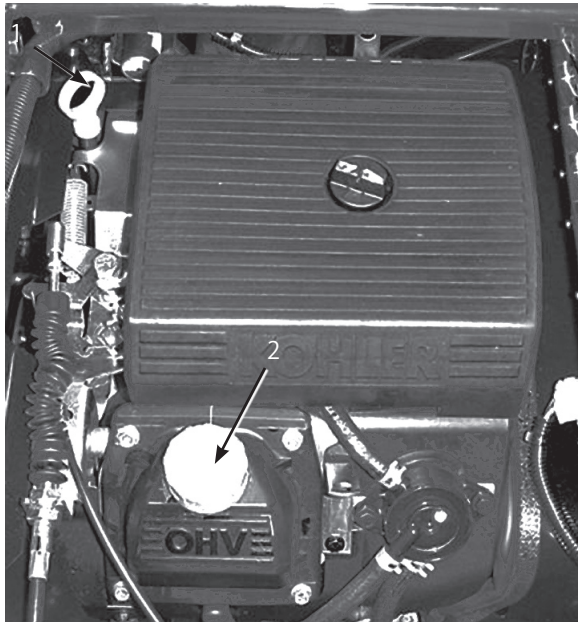

図6
2. ディップスティックを抜き、ウェスで一度きれいに拭く (図6)。ディップスティックを、チューブの根元までもう一度しっかりと差し込む。引き抜いて油量を点検する。
3. 油量が少なければ、バルブ・カバーの上についている補給口 (図6) を開け、ディップスティックの Full マークまでオイルを補給する; オイルの種類や粘度の選択については34ページのエンジン・オイルについてを参照。補給するときは、ディップスティックで確認しながら少量ずつ入れる。入れすぎないこと。